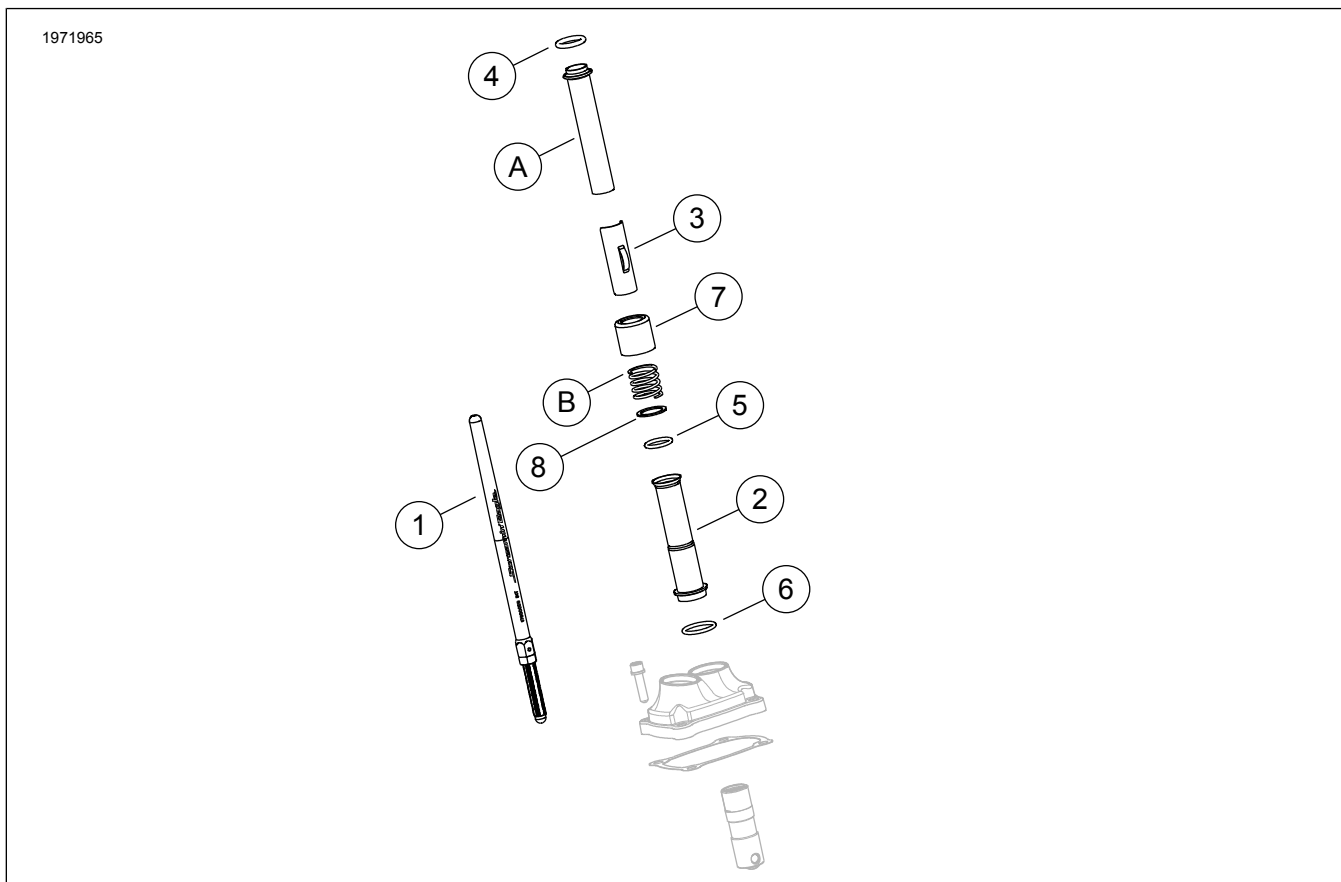

Figura 1. Conteúdo do kit: Kit Screamin' Eagle Milwaukee-Eight Stage 2
1. Ver a Figura 1. Instale a bomba de óleo. Veja o manual de serviço.